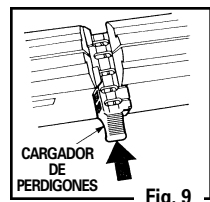

Fig. 9
- Reemplaza el cargador de perdigones, asegurándose de alinear una de las recámaras para perdigones con la recámara del cañón (Fig. 9). **IMPORTANTE:** Si el cargador de perdigones no está alineado correctamente, no será posible empujar el cierre hacia adelante.